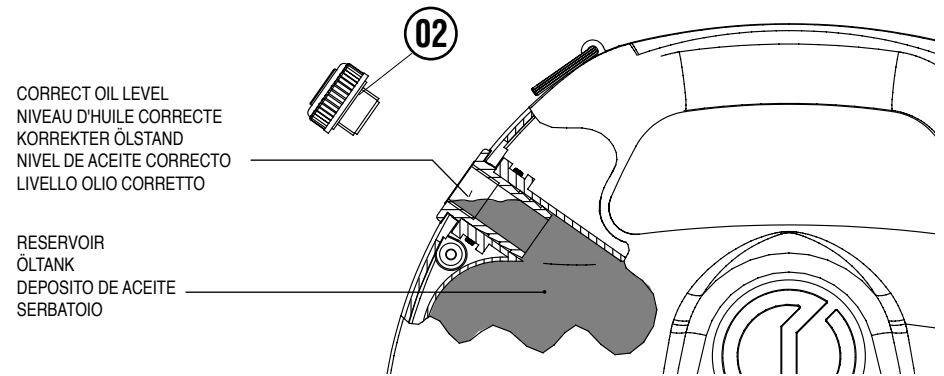

FIG. 7
5.1) Complément d'huile (Voir Fig. 7)
- Devisser et enlever le bouchon (02).
- Après avoir terminée l'opération, visser à fond le bouchon (02).